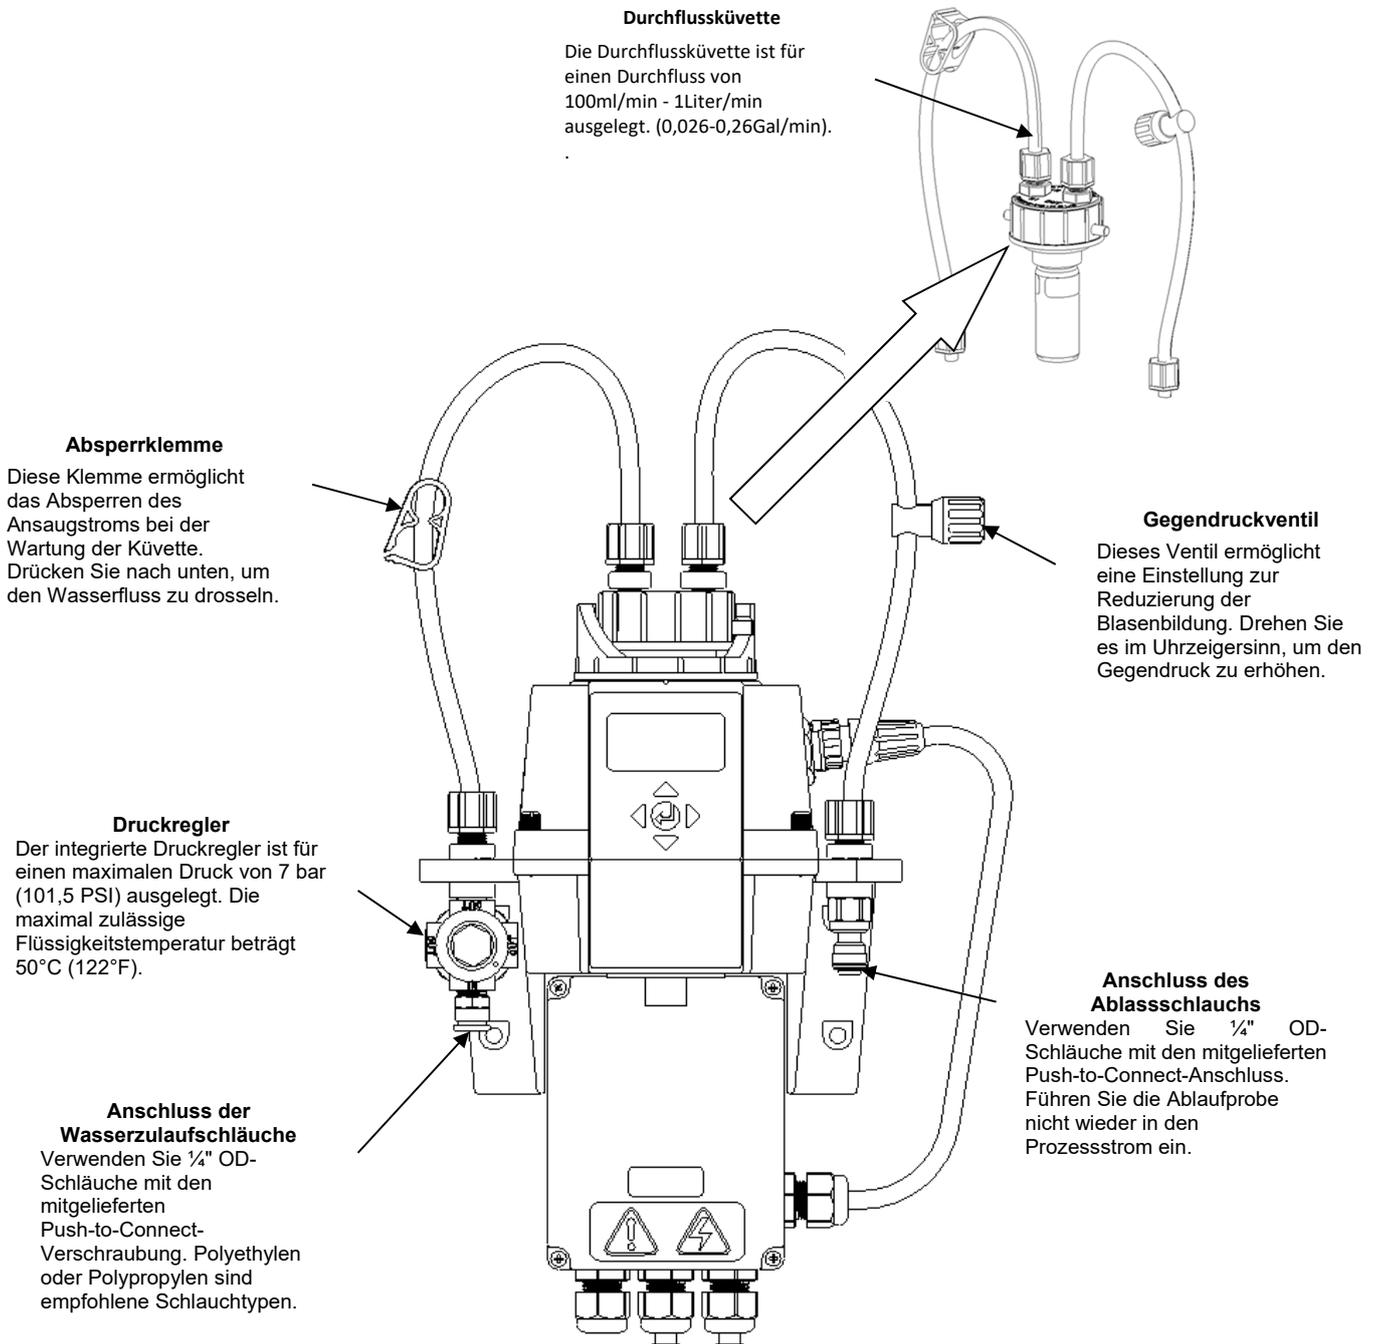

Abbildung 4: Kennzeichnung der Geräteteile
4. Schieben Sie den Schlauch in das Quick-Connect-Fitting auf der rechten Seite des Turb PLUS 2000, wie in Abbildung 4 gezeigt.
4. Schieben Sie den Schlauch in das Quick-Connect-Fitting an der linken Seite des Turb PLUS 2000, wie in Abbildung 4 gezeigt.